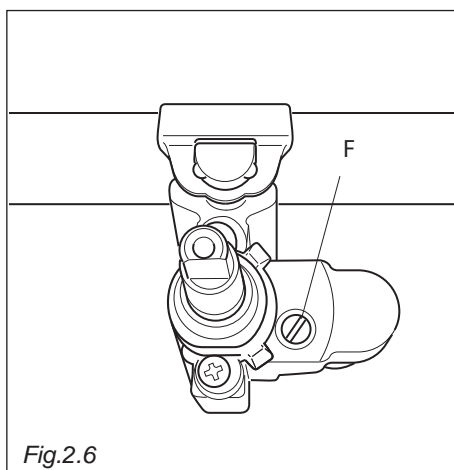

Fig.2.6
- Sfilare la manopola del rubinetto e con un cacciavite a taglio agire sulla vite "F" (fig. 2.6) fino ad ottenere la fiamma desiderata.